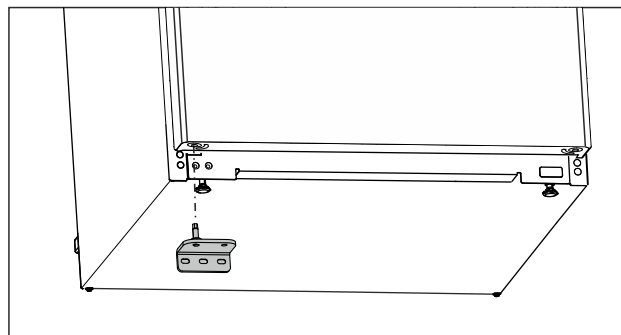

Fig. 16
- Sätt in undre lagerbocken på motsatta sidan. (se Fig. 16)